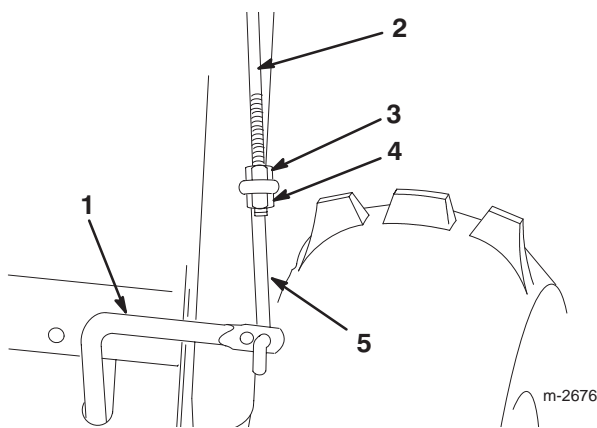

Figure 11
- Vissez un écrou à embase (embase vers le bas) sur la tige de commande supérieure située sur le côté droit de l'ensemble mancheron (Fig. 11).
- Passez la tringle inférieure dans le trou extérieur de la tige de commande inférieure (Fig. 11).
- Insérez la tige de commande supérieure dans la boucle de la tringle inférieure (Fig. 11).
- Vissez un contre-écrou à embase (embase vers le haut) sur le bas de la tige de commande supérieure, sous la boucle de la tringle inférieure (Fig. 11).
7. Corrigez la position de l'écrou à embase et du contre-écrou à embase (Figure 11) le cas échéant, pour obtenir le bon écartement entre le haut de la poignée et le bas de la manette de commande de traction.